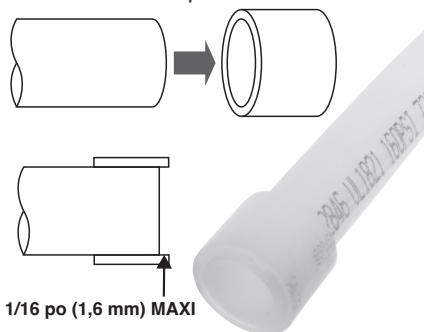

Figure 5 – Insertion du tuyau dans la bague de renforcement
1. Préparez le raccord selon les consignes du fabricant du système de raccordement. L'extrémité du tuyau doit être coupée proprement et d'équerre. Engagez le tuyau à fond dans la bague de renforcement jusqu'à ce qu'il butte contre son bourrelet. Si la bague n'a pas de bourrelet, elle doit arriver à fleur du tuyau, avec un débordement maxi de  $\frac{1}{16}$  po (1,6 mm) comme indiqué à la Figure 5. Il est possible que des conditions de température ambiante et de température des tuyaux et raccords devront être respectées.